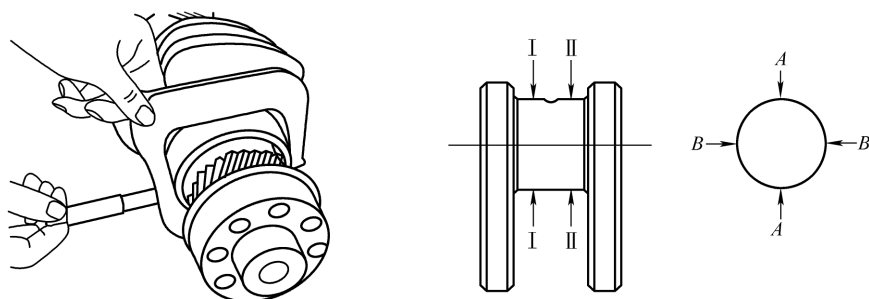

图 2-9 主轴颈测量
1) 用外径千分尺测量曲轴各主轴颈尺寸。在油道孔与两边曲柄的中间位置（图 2-9 位置 I 和位置 II）进行测量，两个平面 A 向和 B 向各测得一个尺寸，这样每个轴颈测得 4 个值。